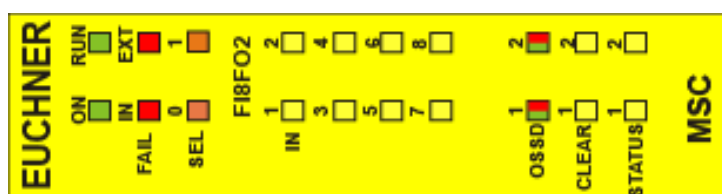

Fig. 18:
8.3.3. Module FI8F02 (Fig. 18)